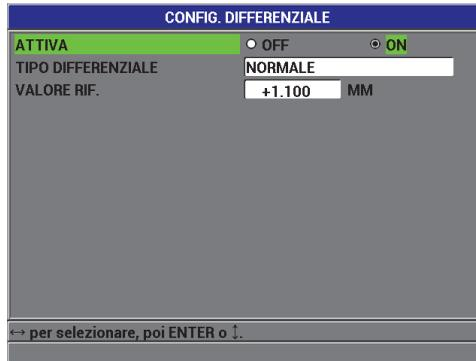

Figura 5-2 La schermata CONFIG. DIFFERENZIALE
3. Nella schermata **CONFIG. DIFFERENZIALE** (vedere Figura 5-2 a pagina 109):